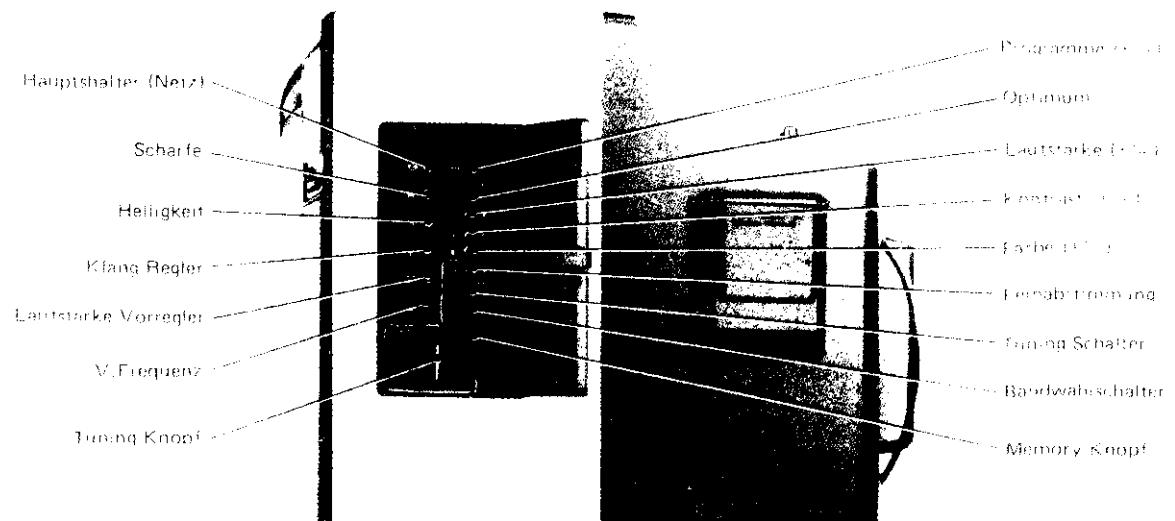

Abb. 2 Bedienung (II)
- (1) Normales Farbbalkensignal 65–90dB/ μ V einstellen.
- (2) Stellen Sie den Schärferregler VR272 und den Helligkeitsregler VR273 in die Klickstellung und betätigen Sie die Optimum-Taste. (Abb. 2)
- (3) Die Farbe auf minimum einstellen. (Setzen den Service-Schalter S201 in die "C" Position.)
- (4) Schließen Sie zwischen den Meßpunkten TP2 (+) und TP1 (-) auf der Hauptplatine ein DC Ampermeter mit einem Meßbereich von 1mA an.
- (5) Stellen Sie den Regler VR201 auf der Hauptplatine so ein, daß auf dem Ampermeter eine Anzeige von $500 \pm 20 \mu$ A abzulesen ist.
- (6) Stellen Sie den Schalter S201 in die "N" (mittel) Position.
- (1) Stellen Sie das Gerät auf ein Programm ein.
- (2) Drücken Sie die Optimum-Taste. (Abb. 2)
- (3) L301 auf der Hauptplatine auf maximale Lautstärke abgleichen.